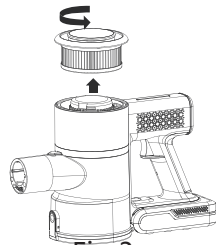

Fig 3
4. Gire la tapa del filtro en sentido antihorario para retirar la tapa y levante el filtro HEPA de salida hacia arriba para retirar el adaptador; coloque el filtro de nuevo en sentido contrario después de la limpieza, Fig. 3.